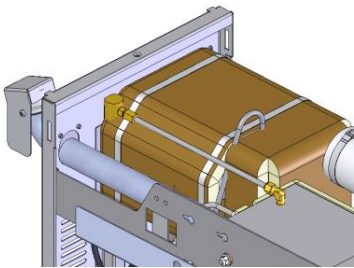

Abb. 5: Isolation bei 250T3 anbringen
7. Isolation und Befestigungsbänder gemäss Abb. 5 anbringen.